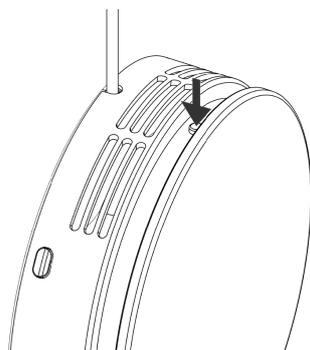

Figure 13 - Éteignez la centrale.
1. Éteignez tout d'abord la centrale (voir Figure 13 ci-dessous). Attendez 3 minutes jusqu'à ce que l'appareil ait complètement cessé de tourner.